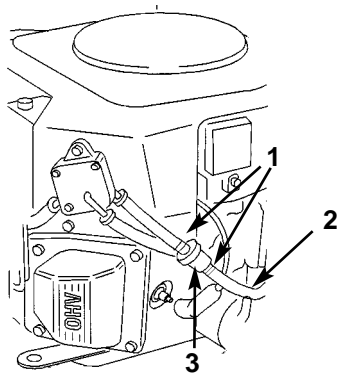

Bild 31
4. Die Enden der Schlauchschellen zusammendrücken und vom Filter abschieben (Bild 31).